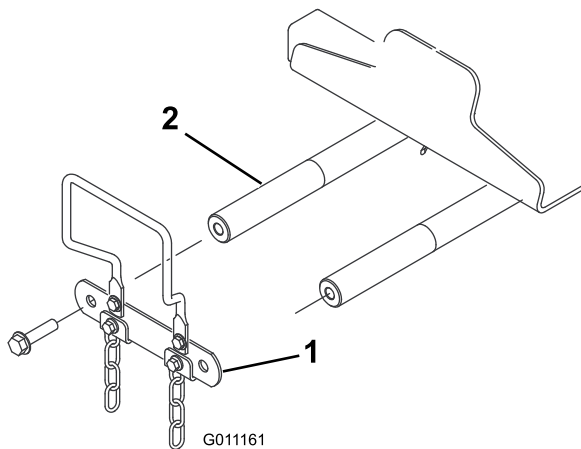

图 10
4. 在机器前部卸下将枢轴连杆固定到提升臂枢轴的 2 个凸缘平头螺丝 1/2 x 2 英寸然后卸下连杆 图 10。